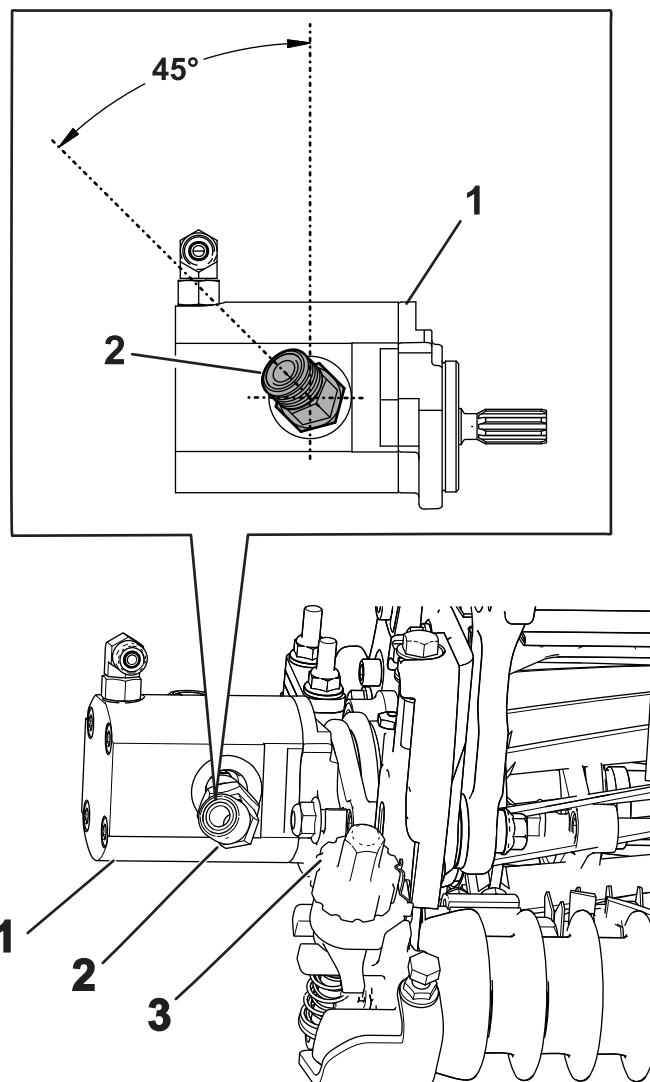

Figura 21
4. Instale el acoplamiento nuevo de 45°, orientándolo con el ángulo como se muestra en la Figura 21. Apriete el acoplamiento a 47–58 N·m (35–43 pies-libra).